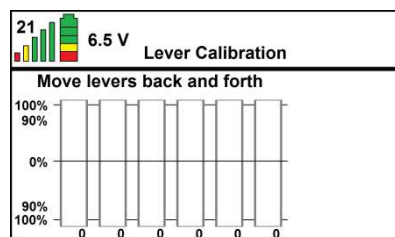

Figure: 20
- Appuyez sur la touche (✓) et vous arrivez dans l'écran suivant. Vous voyez à présent move levers back en forth. Commandez lentement les leviers 1 à 1 au maximum vers l'avant et au maximum vers l'arrière. (Voir Figure 20).